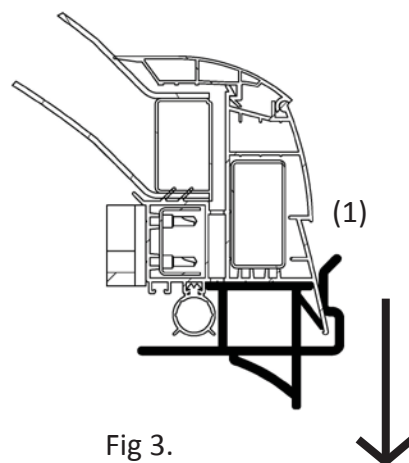

Fig 3.
3. Ta bort temporära skyddshöljen (1) i pilens riktning. (Fig. 3)
- Huvudskruv M8 (2) och
- Plastbeläggning (3)